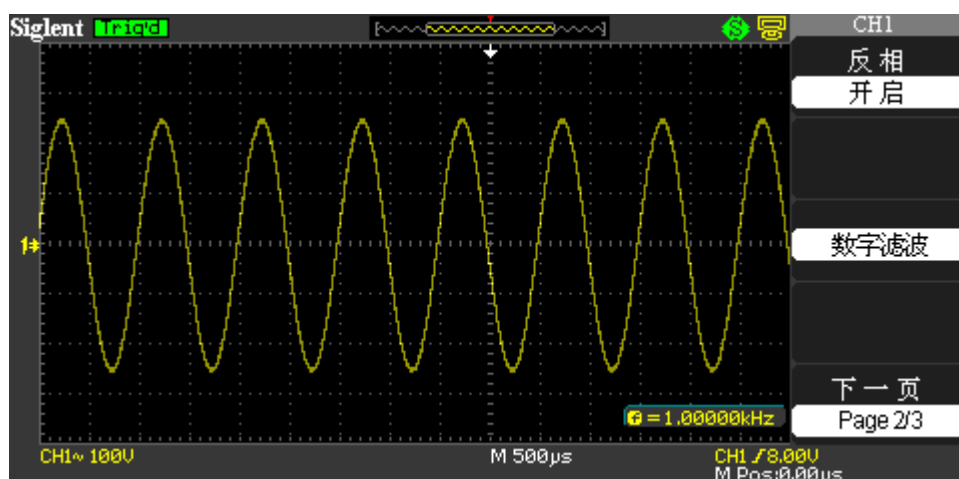

图 2-10 波形反相设置
- 按【CH1】选择【反相】为【开启】，显示的信号相对于地电位翻转 180°。如图 2-10 所示：